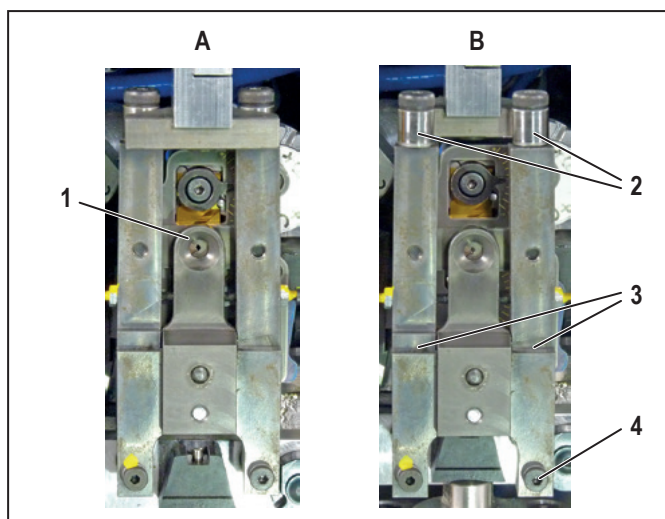

图7.4 在操作位置 (A) 和向前拉的 (B) 的多股导线固定设备
- ▶ 将多股导线固定设备往前拉（图7.4，B）。
- ▶ 确认是否滚轮 (2) 可以自由移动。必要时，润滑滚轮的旋转点。
- ▶ 为多股导线固定设备的旋转点 (3) 上油。
- ▶ 请确保多股导线固定设备在正面 (图7.4, B)。
- ▶ 移除多股导线固定设备的右下方螺丝 (图7.4, 4)。